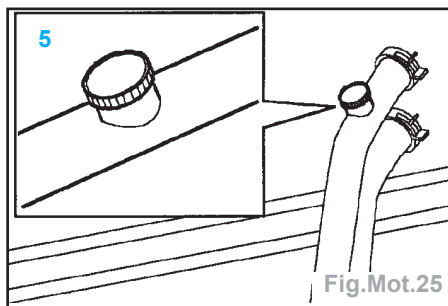

Fig.Mot.25
- Desserrer la vis de purge de la durit de chauffage, de 2 tours complets (Fig. Mot.25).